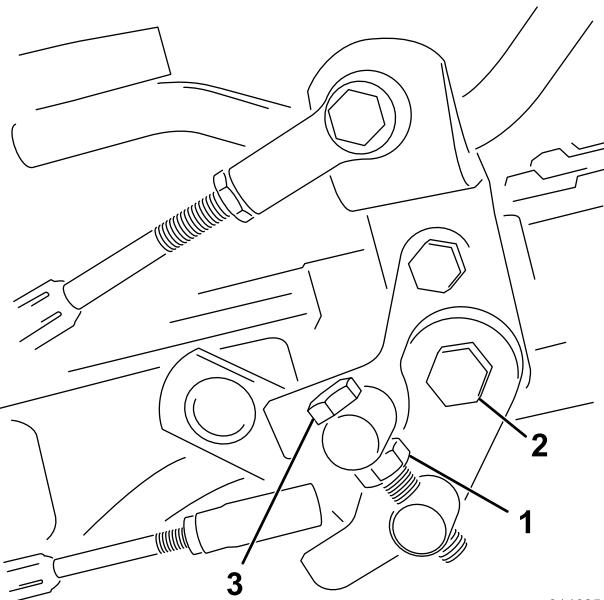

Figura 48
1. Liberte a porca de retenção do parafuso do eixo (Figura 48).
4. Aperte a porca de retenção no parafuso do eixo e a porca na articulação do pedal para bloquear o ajuste (Figura 48). Verifique o ajuste e ajuste se for necessário.